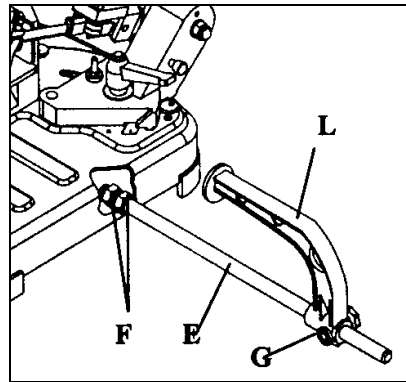

Fig 2
Befestigen Sie die Anschlagstange (E, Fig 2) mit 2 Muttern (F) im Maschinensockel.